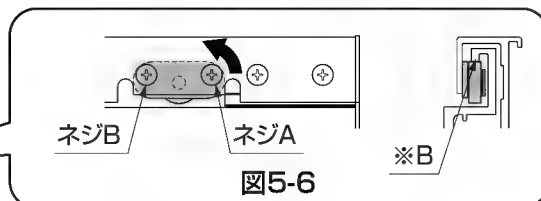

図5-5
- ②ガイドローラー(※1)を矢印の方向に押し下げながらネジAを締めて固定してください。(図5-5参照)
- ③ネジBを締めて固定してください。(図5-5参照)